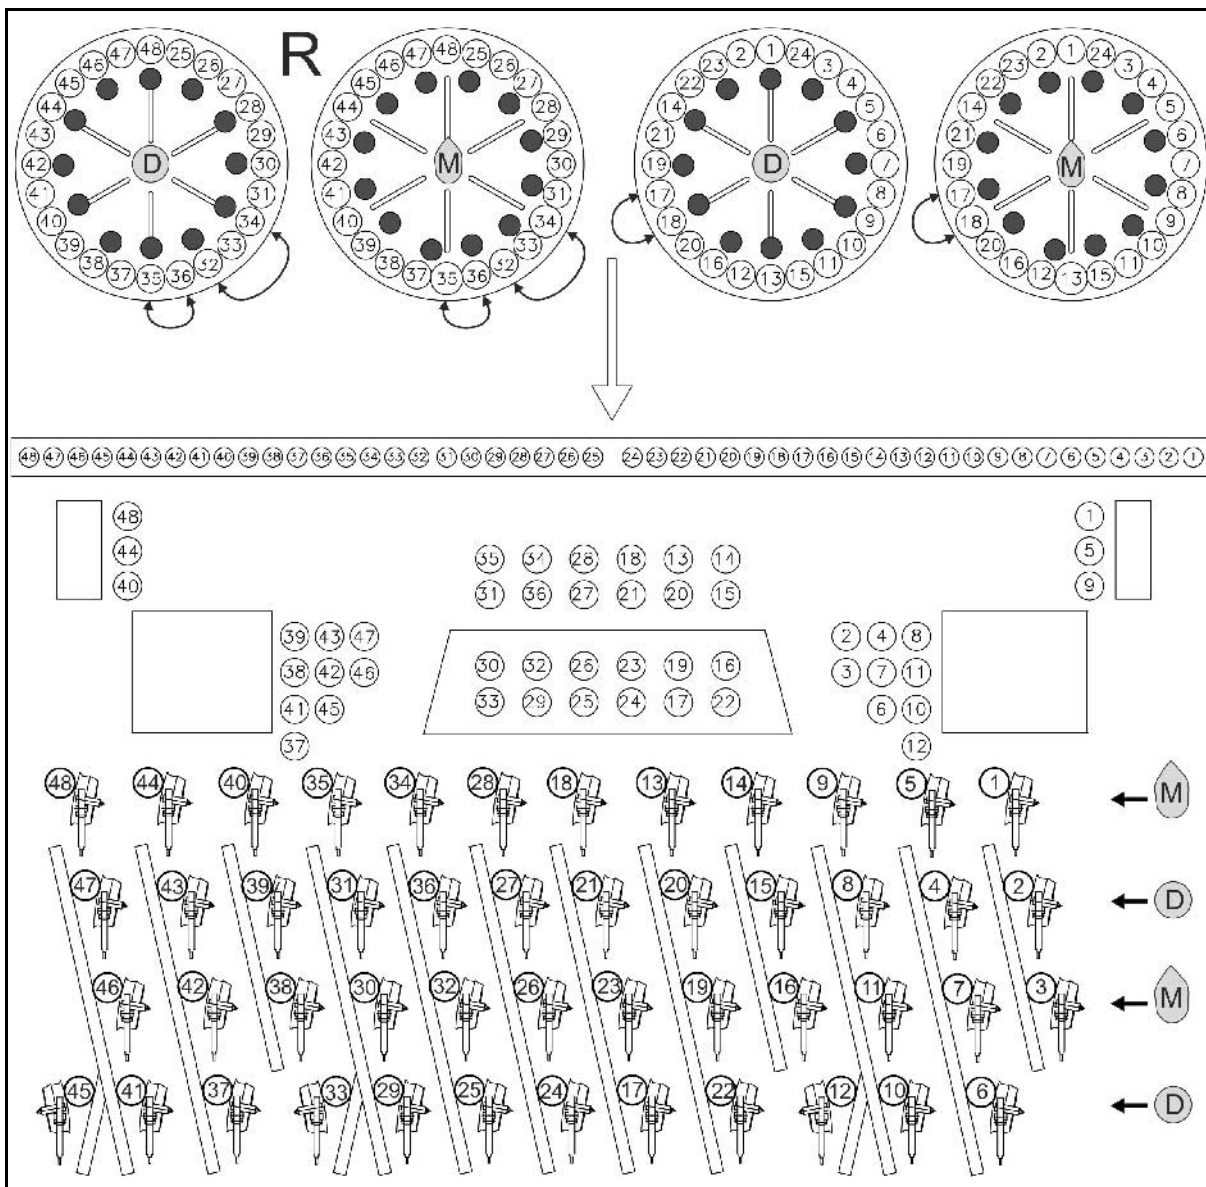

Рис. 37
- Кукуруза **M**: установите заглушки согласно Рис. 37.
- Удобрения **D**: установите заглушки согласно Рис. 37.